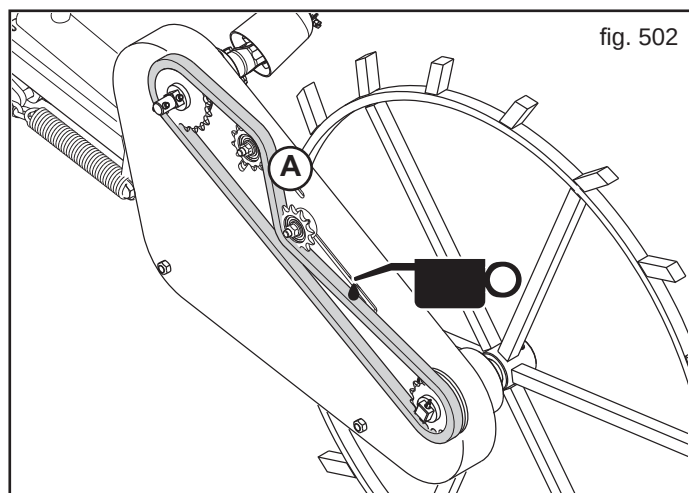
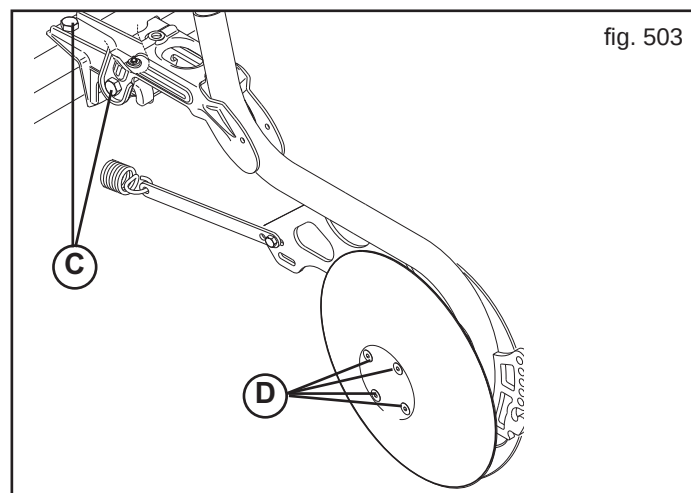

fig. 502
fig. 503
QUAND LA MACHINE EST NEUVE	- Lubrifier avec de l'huile minérale (SAE 80W/90) toutes les chaînes de transmission (Fig. 502). - Graisser tous les points marqués par la décalcomanie n° 15 (GREASE) à la page 129 de la présente brochure. - Après les huit premières heures de travail, contrôler le serrage de toutes les vis. - Contrôler le serrage des boulons rayonners (C-D, Fig. 503).
DEBUT SAISON D'ENSEMENCEMENT	- Lubrifier avec de l'huile minérale (SAE 80W/90) toutes les chaînes de transmission (Fig. 502). - Vidanger complètement et remplacer l'huile de la boîte de vitesses avec de l'huile type SAE 10W (2 Kg): • bouchon vidange huile, 2 Fig. 504; • bouchon remplissage huile, 3 Fig. 504. - Contrôler que la transmission tourne librement sans entrave. - Actionner la machine à vide: la circulation de l'air fait sortir l'eau de condensation et toute impuretés des conduits (Fig. 505).
TOUTES LES 20/30 HEURES DE TRAVAIL	- Contrôler le serrage des boulons rayonners (C-D, Fig. 503). - Nettoyer et lubrifier les chaînes de transmission (Fig. 502), engrenages et tendeur de chaîne. - Vérifier que les chaînes de transmission sont bien tendues. (A, Fig. 502).
TOUTES LES 50 HEURES DE TRAVAIL	- Effectuer un nettoyage complet et soigné du corps du doseur (voir cap. 3.4). - Effectuer un nettoyage complet et minutieux de la tête de distribution (Fig. 506): • Dévisser et enlever les écrous à ailettes (G); • Enlever le couvercle du distributeur (H); • Nettoyer avec une brosse les pièces en métal et avec un chiffon les pièces en plastique; • Remonter le couvercle et le fixer au moyen des écrous à ailettes. - Contrôler le bon alignement des roues dentées et la tension des chaînes de transmission pour éviter une usure rapide ou la rupture des organes de transmission. - Lubrifier avec de l'huile minérale (SAE 80W/90) toutes les chaînes de transmission (Fig. 502).